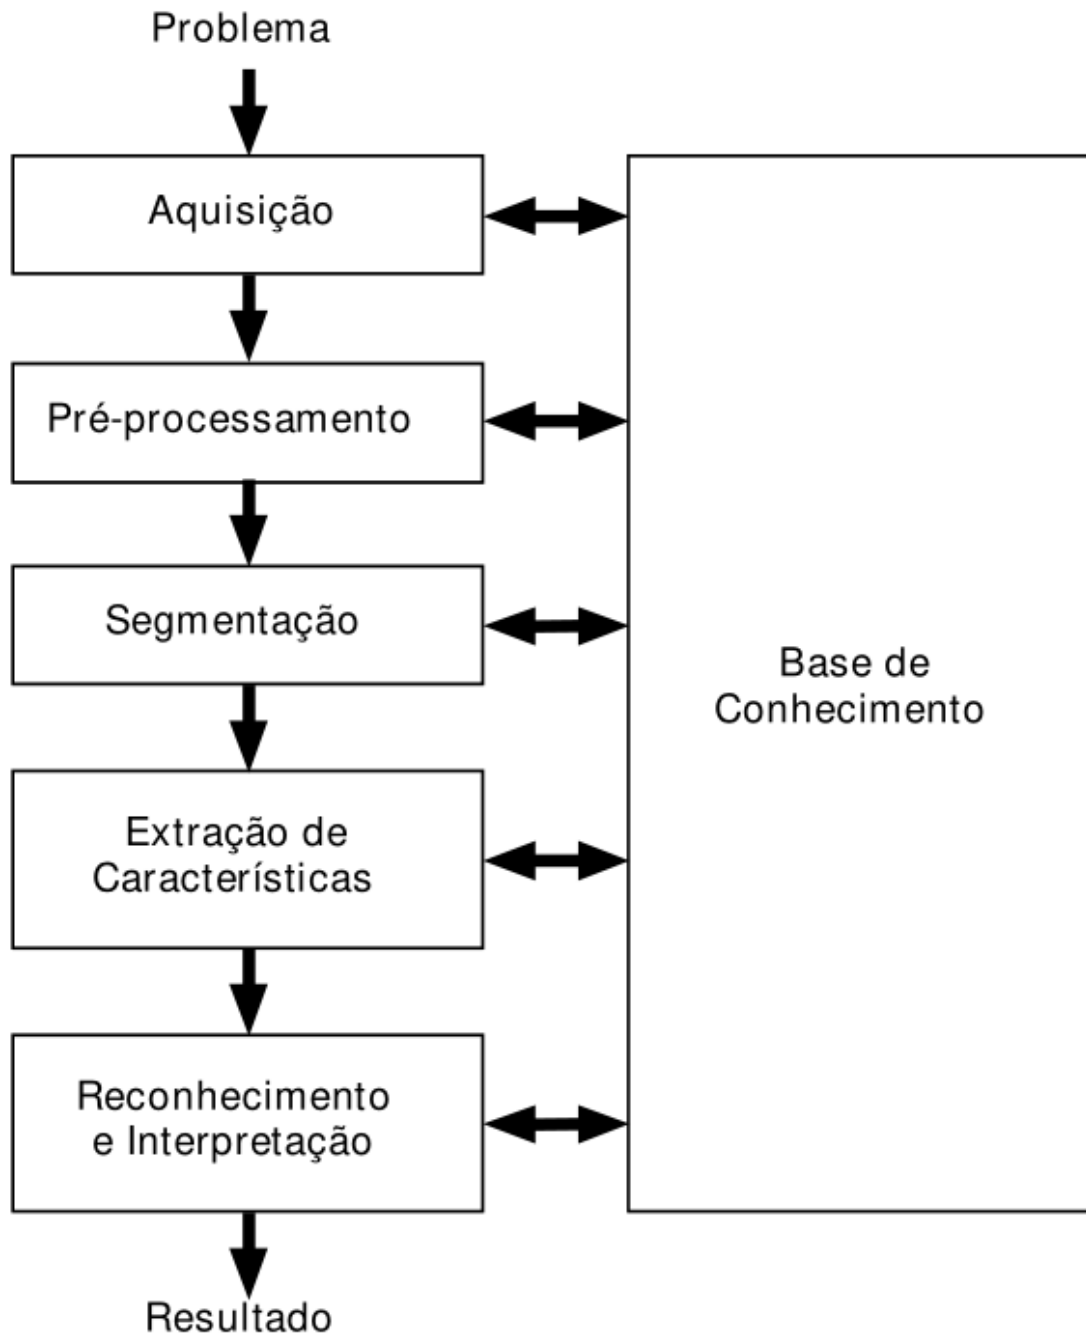

Figura 1 - Etapas de um sistema de visão artificial (SVA). Fonte: FILHO, O. M. e NETO, H. V., 1999
1. Considerando as etapas de um sistema de visão artificial como expressa pelo diagrama da figura 1 abaixo, uma ótima forma de compreender, em sua plenitude é, adaptar suas etapas à uma situação problema. Portanto, considera-se a necessidade de reconhecer placas de veículos à entrada e/ou saída de um estacionamento automatizado.
[5]: imageNcaption('sva.png', 'Figura 1 - Etapas de um sistema de visão artificial_」
Assim, para a situação problema supracitada as etapas da figura 1 podem ser descritas como: